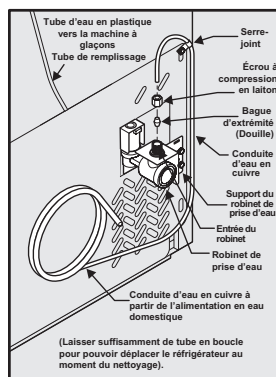

Figura 1
4. **Si usa tuberías de cobre:** Deslice la tuerca de compresión de latón, y luego la férula (manguito) en la tubería de suministro de agua. Empuje la tubería de suministro de agua hacia dentro de la entrada de la válvula de agua lo más posible (¼ de pulgada o 6,4 mm). Deslice la férula (manguito) en la entrada de la válvula y apriete manualmente la tuerca de compresión en la válvula. Apriete otra media vuelta con una llave; NO apriete en exceso. Vea la Figura 1.